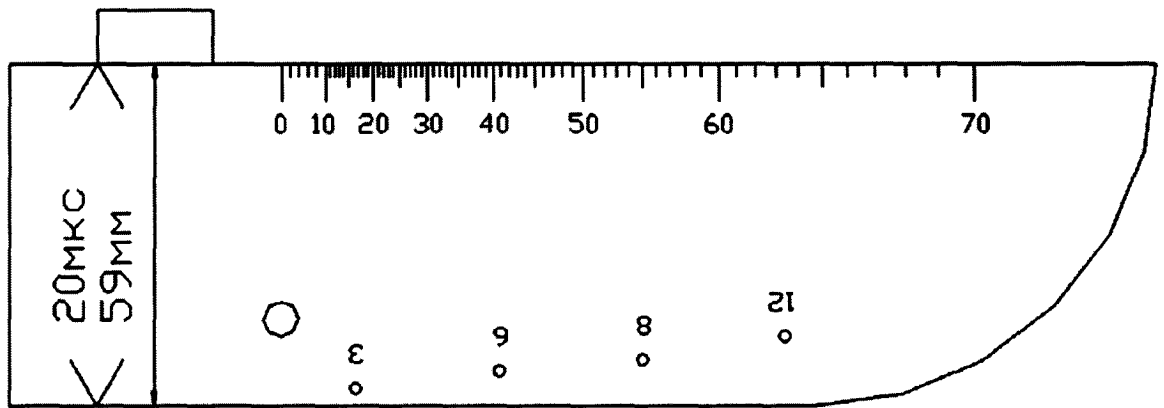

Рисунок 16 Положение РС ПЭП П112-2,5 на мере
8.11.4 Расположить ПЭП на смоченной контактной жидкостью поверхности меры №3Р из комплекта ККО-3 таким образом, чтобы прозвучивался бездефектный участок меры (рисунок 16). Вращая ручку левого энкодера, установить вершину первого донного эхо-сигнала на половину высоты экрана. Вращая ручку правого энкодера, установить курсор в информационное окно меню со значением 2Тп, нажатием на ручку энкодера активизировать информационное окно меню со значением 2Тп и занести значение 2Тп в выделенные для него знакоместа окна. Ввод осуществляется вращением ручки энкодера на правой стороне электронного блока до тех пор, пока показания глубины залегания Н отражателя, индицируемые на экране дефектоскопа, не станут равными значению высоты образца, указанному в паспорте на меру №3Р из комплекта ККО-3.